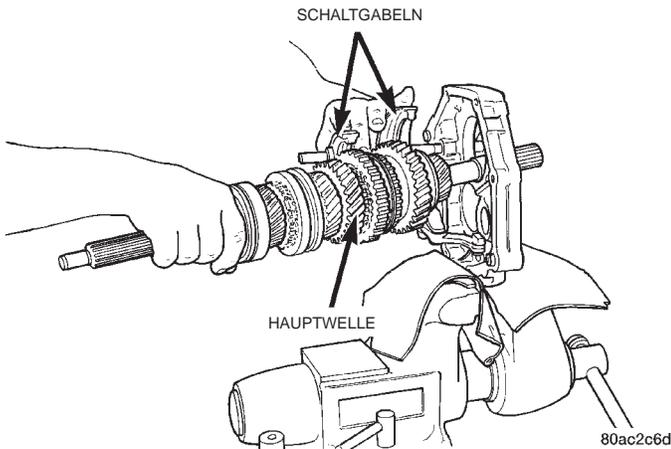

Abb. 63 Hauptwelle ausbauen
(17) Die Hauptwelle soweit nach vorne ziehen, bis das hintere Lager der Hauptwelle aus der Zwischenplatte freikommt und dann mit einer Drehbewegung nach unten aus den Schaltgabeln herausziehen und ausbauen (Abb. 63).